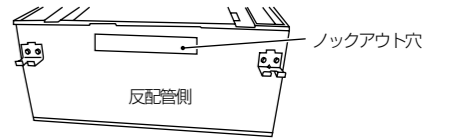

図1
- (1) 本体の反配管側のノックアウト穴 (45×240) をニッパー等で切断してください。
- (2) ノックアウト穴の内側断熱材をノックアウト穴に沿って切断し、抜き取ってください。(図1)